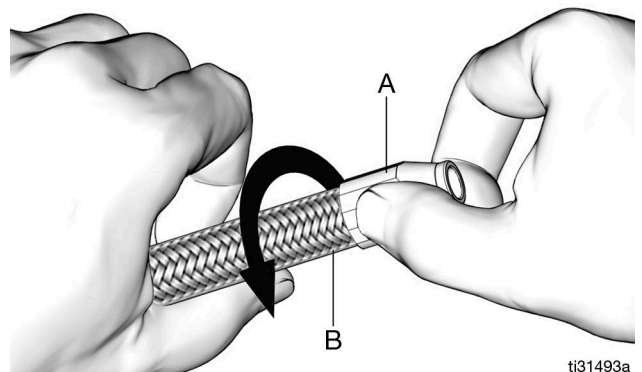

Рис. 65
4. Наденьте втулку (a) на обрезанный конец шланга (b). Вручную затяните втулку на шланге, накрутив ее на шланг против часовой стрелки (Рис. 65).